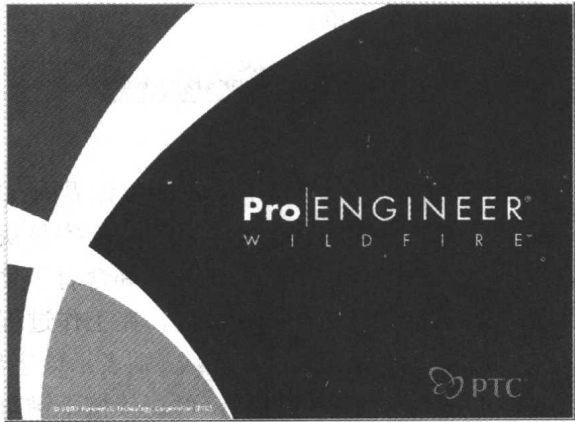

图 1-3 Pro/ENGINEER 野火版的初始画面
(4) MS-DOS 方式下启动 Pro/ENGINEER。使用此种方式,用户必须找出 Pro/ENGINEER 野火版执行文件所在的目录位置,然后输入系统的启动命令,回车后系统即可启动。Pro/ENGINEER 启动后,显示如图 1-3 所示的画面,通常 10 几秒后,此画面自动消失,系统进入 Pro/ENGINEER 野火版的窗口界面。